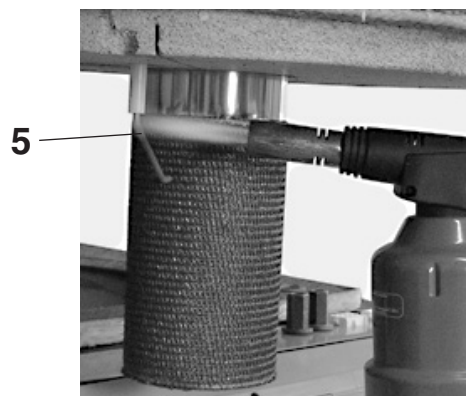

Fig. 32
5. Riscaldare l'elettrodo di accensione con la lampada di brasatura finché divengono rossi (5, fig. 32).